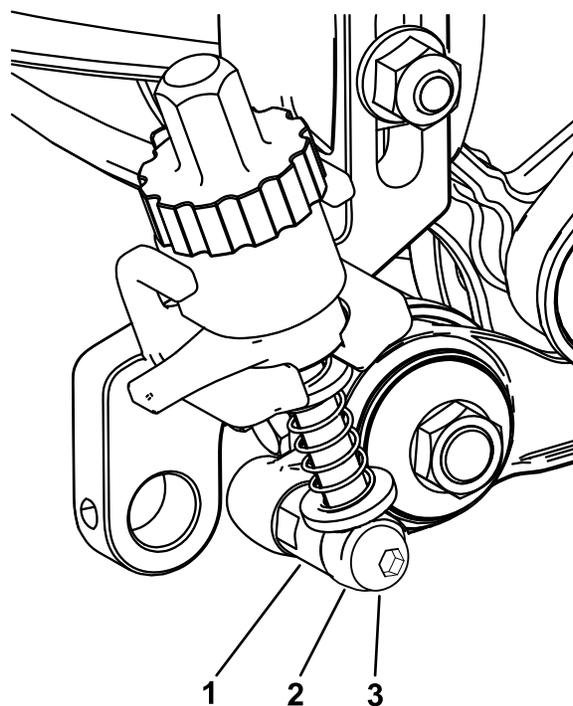

Figura 23
5. No lado do conjunto do rolete, prenda o conjunto da barra de montagem do braço de ajuste instalando um parafuso com olhal através da barra do braço de ajuste e no anel de ajuste como se mostra na Figura 23; aperte o parafuso com olhal com 20 a 26 N m.